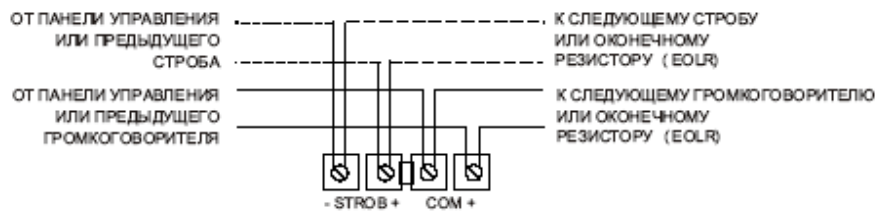
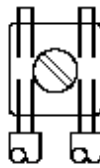

Рис. 2: Схема соединений электропроводки
Рис. 3: Схема подключения проводников к клемме оповещателя
2. В цепях с контролем целостности, все подходящие и отходящие проводники должны подключаться именно так, как показано на Рис.3. Это необходимо для правильной работы схемы контроля – при изъятии оповещателя, шлейф должен механически повреждаться, поэтому разные участки кабеля должны соединяться между собой не иначе как через клеммы оповещателя. Полярность напряжения питания на Рис.2 указана для режима активации оповещателя (режим тревоги). В дежурном режиме работы пожарный прибор управления подает на оповещатель напряжение обратной полярности.
3. Подключите провода трансляционной линии к общему входу громкоговорителя и установите перемычкой требуемую мощность 1/8Вт, 1/4Вт, 1/2Вт, 1Вт, 2Вт, 4Вт или 8Вт с учетом режима трансляционной линии 25В или 70В (см. Рис.2 – 5 и Табл. 4).